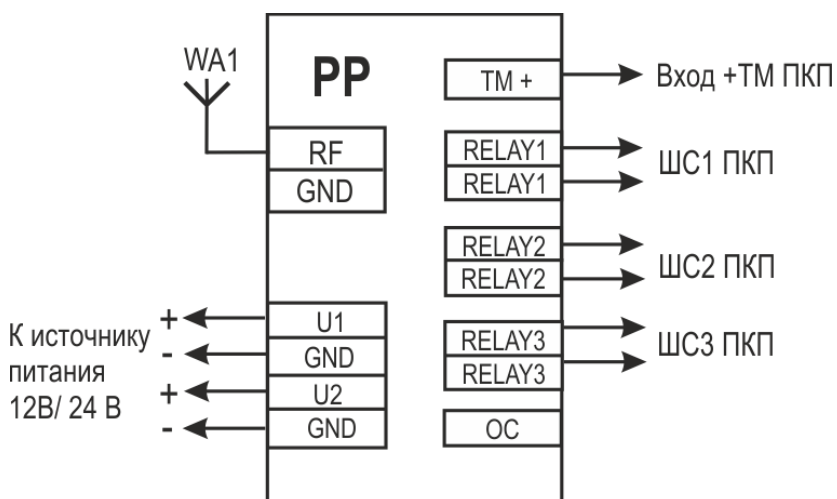

Рисунок 9. Подключение Астра-ПИ-М РР без блоков расширения
8. Подключить провода к выходным клеммам РР в соответствии с выбранной схемой подключения (см. рис. 9, рис. 10).